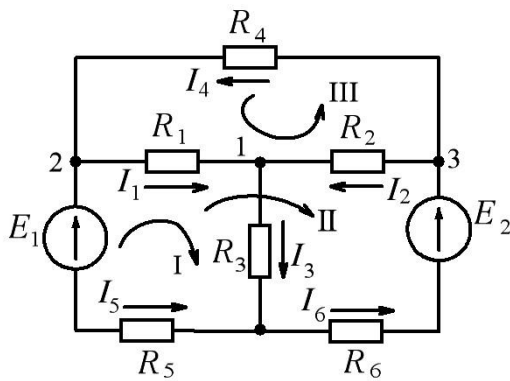

Рис. 1.1.
Рассмотрим сложную электрическую цепь (рис. 1.1), содержащую шесть ветвей. Если будут заданы величины всех ЭДС и сопротивлений резисторов, а по условию задачи требуется определить токи в ветвях, то мы будем иметь задачу с шестью неизвестными. Такие задачи решаются при помощи законов Кирхгофа. В этом случае число составленных уравнений должно быть равно числу неизвестных токов n .
4. **Произвольно** указывают направления токов во всех контурах. Обход контура можно производить как по часовой стрелке, так и против нее. За положительные ЭДС и токи принимаются такие, направление которых совпадает с направлением обхода контура. Направление действия ЭДС внутри источника всегда принимают от минуса к плюсу (см. рис.1.1).
5. Полученную систему уравнений решают относительно **неизвестных** токов. Составим расчетные уравнения для электрической цепи, изображенной на рис.1.1. Выбрав произвольно направление токов в ветвях цепи, составляем уравнения по первому закону Кирхгофа для узлов 1, 2 и 3:
Приняв направление обхода контура, как указано на рис. 1.1, составляем уравнения по второму закону Кирхгофа для трех **произвольно** выбранных контуров: